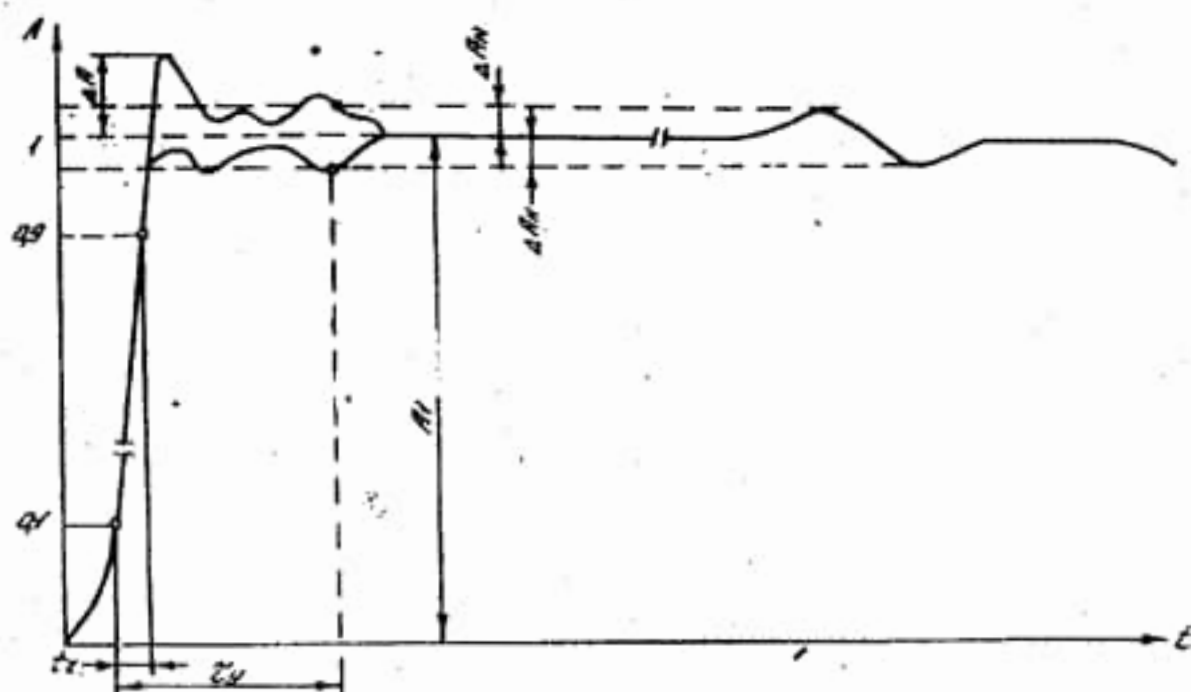

Рис. 21. Изображение импульсов на экране ЭЛТ при проверке времени нарастания, выброса, времени установления переходной характеристики и неравномерности.
14.3.3.4. Параметры переходной характеристики определяют (рис. 21) методом прямых измерений при помощи генератора испытательных импульсов Г5-56.
Время нарастания (t_r) переходной характеристики определяется как интервал времени, в течение которого переходная характеристика нарастает от 10 до 90% установившегося (амплитудного) значения (рис. 21).
Время установления (τ_y) переходной характеристики определяется как интервал времени, отсчитываемый от момента достижения уровня 10% установившегося (амплитудного) значения ПХ до момента времени, начиная с которого неравномерность ПХ не превышает заданного значения (рис. 21).